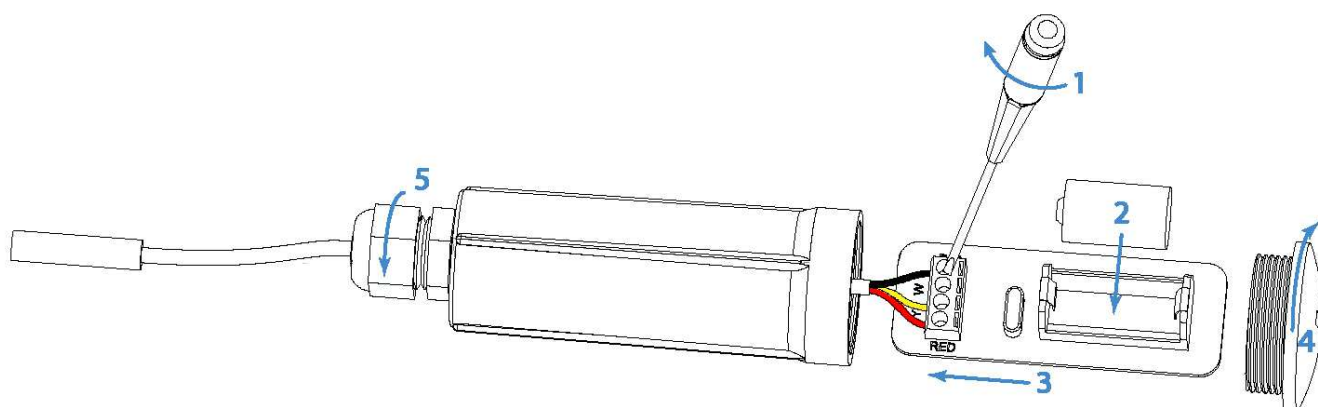
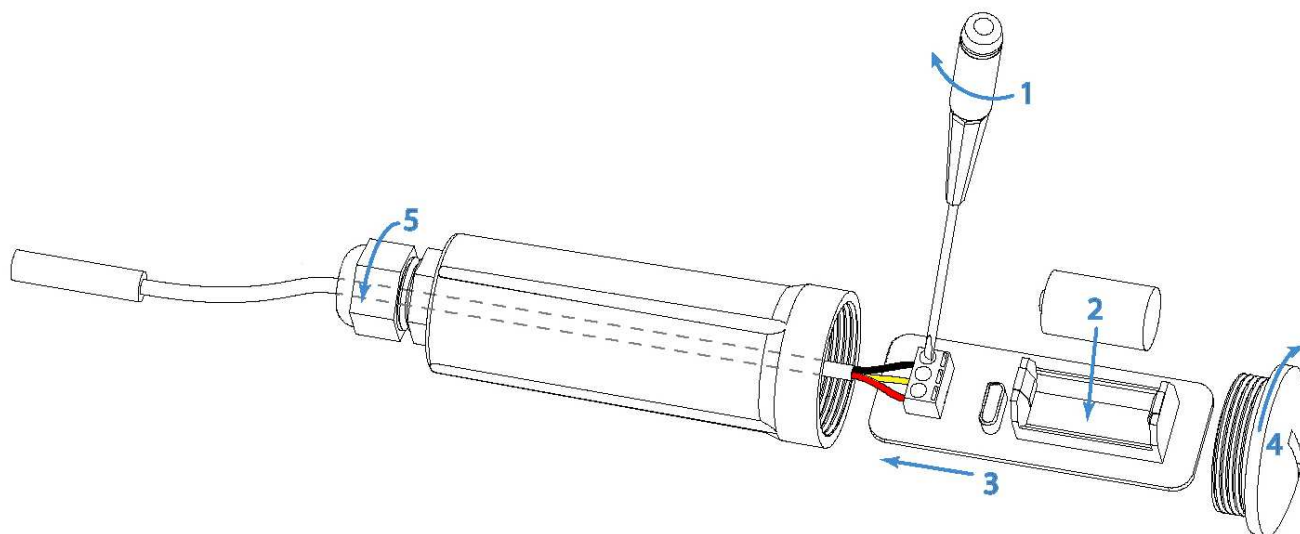

Рис. 3.1 - Подключение зонда Probe B1 или зонда Probe B3 к тегу WST-OPB
Рис. 3.2 - Подключение зонда Probe B1 или зонда Probe B3 к тегу WST-OPT
1. Открутите торцевую крышку 4 корпуса тега, вращая её против часовой стрелки. Выньте плату тега 3 из его корпуса (см. Рис. 3.1 или Рис. 3.2, в зависимости от типа тега).
4. Просуньте конец зонда Probe B1 или зонда Probe B3 со свободными от изоляции и залуженными цветными проводами через отверстие кабельного ввода тега и вставьте их в клеммный блок. При этом соблюдайте цветовую маркировку, как показано на Рис. 3.1 или Рис. 3.2. Затяните винты клеммного блока с помощью отвёртки.